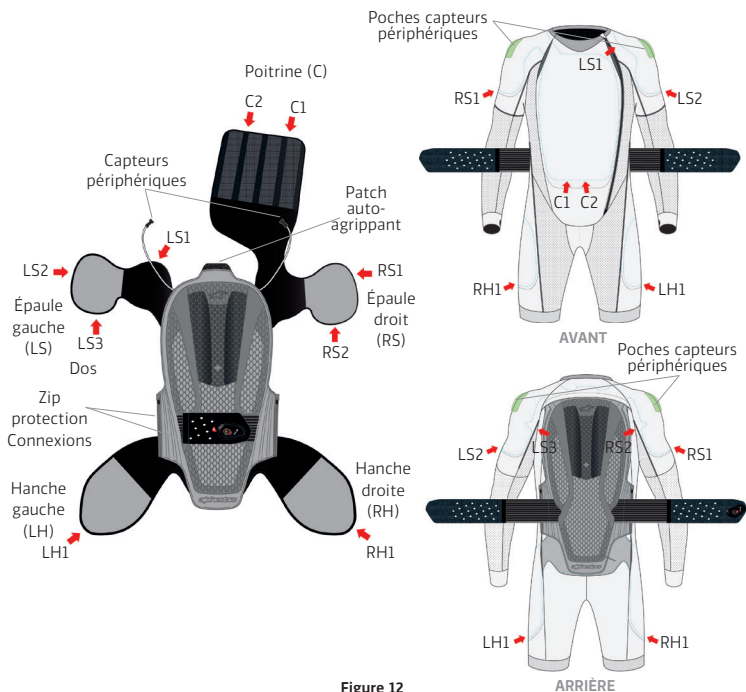
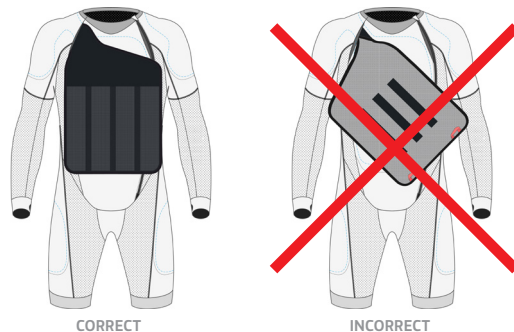

Figure 12
Figure 13
La couche de base (1) peut être lavée conformément aux instructions indiquées sur l'étiquette d'entretien. Avant le lavage, retirez le protecteur dorsal (7) et l'airbag (5) de la couche de base (1), dézippez les connexions zippées du protecteur dorsal (8) et détachez les patches auto-agrippants sur le cou. Enlever les capteurs périphériques (11) placés à l'arrière des épaules en ouvrant la poche autoagrippante et en retirant le composant de son siège. Avant de retirer l'airbag (5) des poches de la couche de base (1), détacher les clips à l'intérieur de chaque poche comme détaillé dans la figure 12.
**AVERTISSEMENT ! Détachez l'Airbag (5) uniquement pour laver la couche de base (1) L'Airbag (5) est un élément de sécurité très critique du système Tech-Air® 10. Faites toujours preuve d'une extrême prudence lors de la manipulation de l'Airbag (5). Toute rayure, tout trou ou tout dommage à l'Airbag (5) entraînera un dysfonctionnement du système. Par conséquent, si l'Airbag (5) est endommagé, n'utilisez pas le système et envoyez-le à Alpinestars ou à un centre de service Alpinestars Tech-Air® agréé pour réparation.**
Après avoir nettoyé la couche de base (1), procédez au remontage correct de l'airbag (5) sur la couche de base (1) en suivant les instructions ci-dessous et la figure 12 :
1. Fixez le patch auto-agrippant présent à la partie supérieure de l'airbag (5) avec le patch correspondant présent sur la couche de base (1)
2. Fermez les deux connexions zippées du protecteur dorsal (8)
3. Repositionnez les capteurs périphériques (11) à l'arrière des épaules. Pour ce faire, accédez à la poche du capteur par l'ouverture appropriée, ouvrez la poche autoagrippante, placez le capteur dans son siège et fermez la poche autoagrippante de sorte que le capteur soit fixé. Remarque : la direction dans laquelle le capteur est positionné au niveau de son siège n'est pas importante, mais il est essentiel que les capteurs sortant du côté droit et du côté gauche du protecteur dorsal (7) soient placés, respectivement, sur l'épaule droite et l'épaule gauche, et non l'inverse.
4. Insérez chaque zone de protection de l'airbag (5) à l'intérieur de la poche correspondante en prenant soin de positionner correctement l'airbag (5) (en évitant les torsions ou les plis) et d'ancrer l'airbag (5) à l'aide de tous les clips disponibles sur la couche de base (1). Il y a 9 clips au total et ils sont divisés comme suit : 3 clips sur la zone de l'épaule gauche (LS), 2 clips sur la zone de l'épaule droite (RS), 2 clips pour la zone de la poitrine (C), 1 clip pour la zone de la hanche gauche (LH) et 1 clip pour la zone de la hanche droite (RH).
**IMPORTANT!** Une attention particulière doit être portée lors de l'insertion de la zone de l'Airbag (5) qui protège la zone de la poitrine pour éviter de tordre la zone plus étroite passant sur l'épaule droite. L'obstruction du canal pourrait compromettre le bon gonflage et donc la protection de l'Airbag (5) dans la région de la poitrine (voir figure 13).